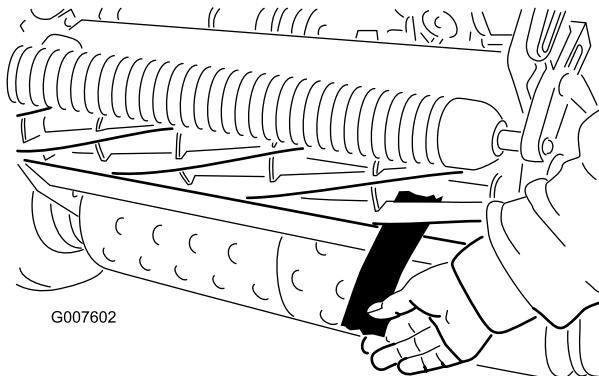

Figura 40
- Numa das extremidades da parte frontal do cilindro, introduza uma longa tira de jornal entre o cilindro e a lâmina de corte (Figura 40). Enquanto roda ligeiramente o cilindro para a frente, rode o parafuso
6. Depois de ajustar, verifique se o cilindro aperta o papel quando este for inserido pela frente e se corta o papel quando este for inserido num ângulo recto, relativamente à lâmina de corte (Figura 40). Deve ser possível cortar o papel ao mínimo contacto com a lâmina de corte e as lâminas do cilindro. Caso seja evidente um puxar excessivo do cilindro (mais de 0,79 Nm), retroceda ou amole a unidade de corte para alcançar as extremidades afiadas necessárias para um corte de precisão; consulte o manual de rectificação de cilindros &ToroShort.